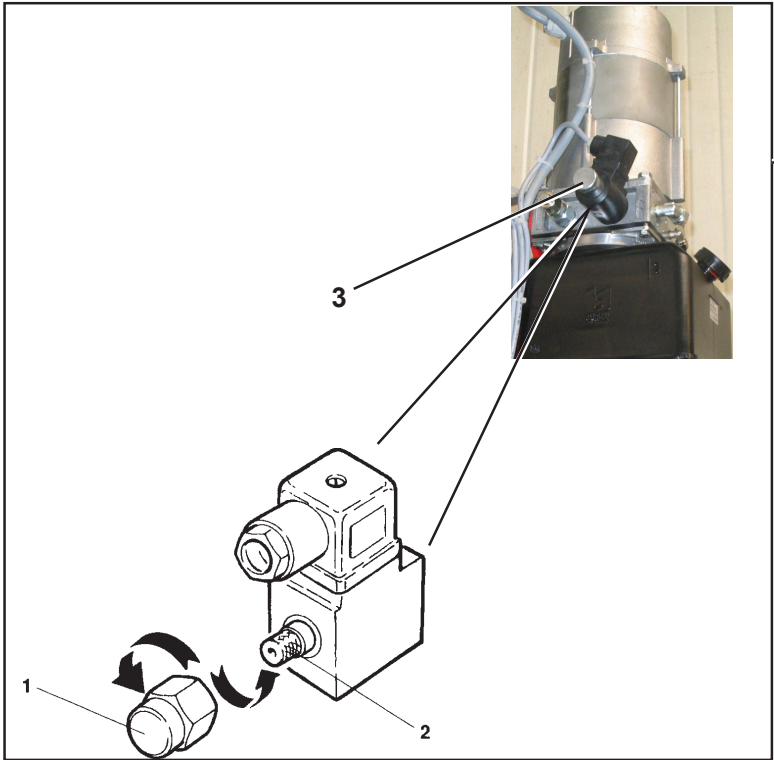

Fig. 24
- aprire la valvola di discesa manuale (3 Fig.24) svitando prima il tappo di protezione (1) poi ruotare il dispositivo (2).
- Das Ventil für den manuell gesteuerten Senkvorgang (3 Abb.24) öffnen, indem zuerst der Schutzverschluss (1) abgeschraubt wird und dann die Vorrichtung (2) drehen.
- ouvrir la soupape de descente manuelle (3 Fig. 24) en dévissant tout d'abord le bouchon de protection (1) puis tourner le dispositif (2).
- Ta bort skyddslocket (1), vrid på anordningen (2) och öppna ventilen (3 Fig.24) för manuell sänkning av lyft.